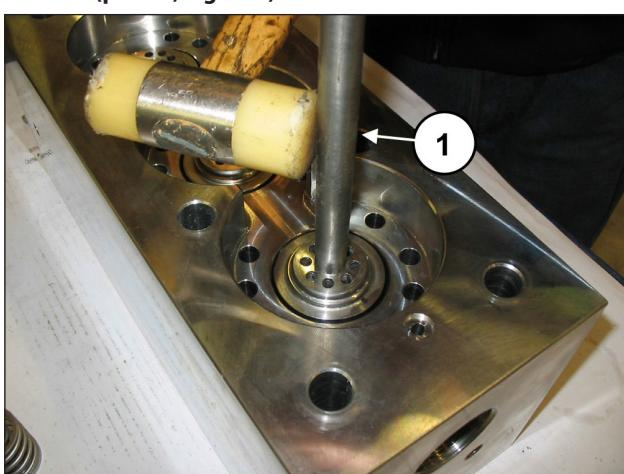

Fig. 102
Si las sedes de la válvula están bloqueadas en la cabeza debido a los depósitos de cal o al óxido, desbloquearlas introduciendo la herramienta adecuada (cód. 034300020) en el orificio de envío (pos. ①, Fig. 102).